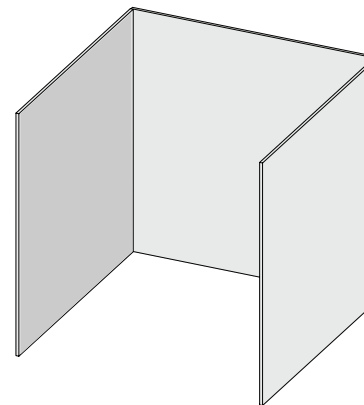

Fig. 1
- Et apparat betragtes som udendørs, hvis det er installeret med et læskur, der har vægge på tre sider, men uden loft. (Fig. 1)